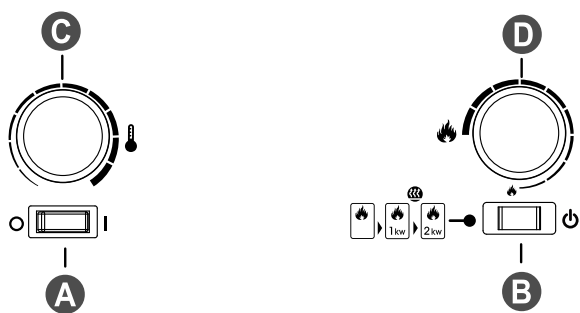

Fig.2
4. El botón de control de la llama "D" de la Fig. 2 puede subirse o bajarse para dar un efecto más realista.
1. Ponga el botón "A" en la posición **(0)**. (Véase la Fig. 2)
9. Ponga el botón "A" en la posición "Encendido" **(I)**. (Véase la Fig. 2)
1. Ponga el botón "A" en la posición de "Apagado" (0) (Véase la Fig. 2)
7. Ponga el botón "A" en la posición "Encendido" (I) (Véase la Fig. 2)